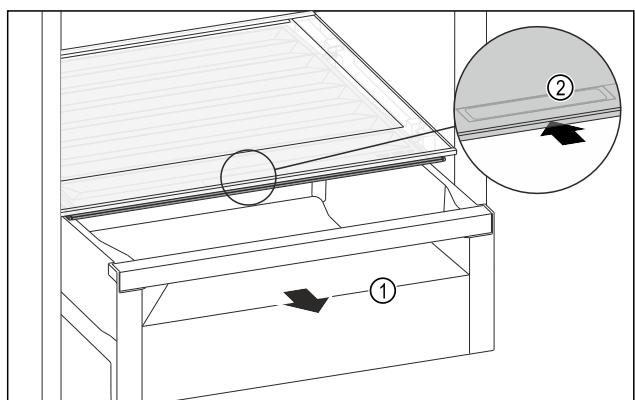

Fig. 109
- Втягніть висувний ящик Fig. 109 (1).
- Візьміться за потайну ручку Fig. 109 (2) на кришці відділення й одночасно посуньте кришку відділення назад.